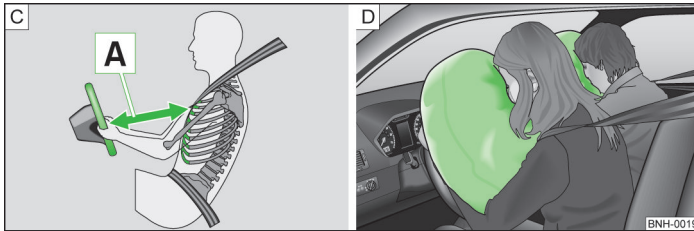

Abb. 113 Sicherer Abstand zum Lenkrad / gasgefüllte Airbags
Werden die Airbags ausgelöst, entfalten sich diese vor dem Fahrer und Beifahrer » Abb. 113 - D. Beim Eintauchen in den voll aufgeblasenen Airbag wird die Vorwärtsbewegung des Fahrers und Beifahrers gedämpft und das Verletzungsrisiko für Kopf und Oberkörper reduziert.
- Für den Fahrer und Beifahrer ist es wichtig, einen Abstand von mindestens 25 cm zum Lenkrad bzw. zur Schalttafel einzuhalten A » Abb. 113. Wenn Sie den Mindestabstand nicht einhalten, kann Sie das Airbag-System nicht schützen - Lebensgefahr! Außerdem müssen die Vordersitze und die Kopfstützen immer der Körpergröße entsprechend richtig eingestellt sein.